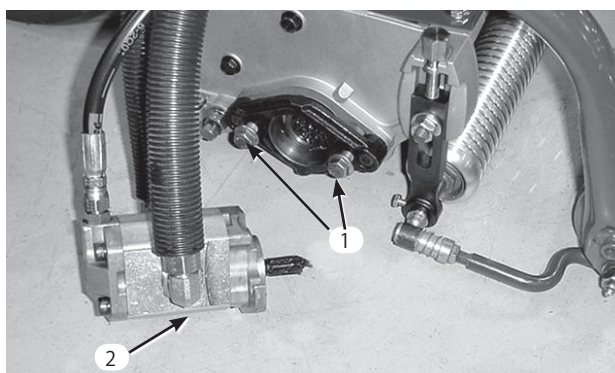

図13
7. 各カuttingユニットに リールモータ固定ナットを取り付ける。ネジ山を 13 mm 程度突き出させておく (図13)。
10. リールモータのシャフトのスプライン部にグリスを塗布する。モータを取り付け穴に正対させ、時計方向にひねってスタッドを一回かわし、次に左回りにひねって、キャップスクリュにフランジをしっかりと掛ける。キャップスクリュを締めてモータを固定する（図13）。